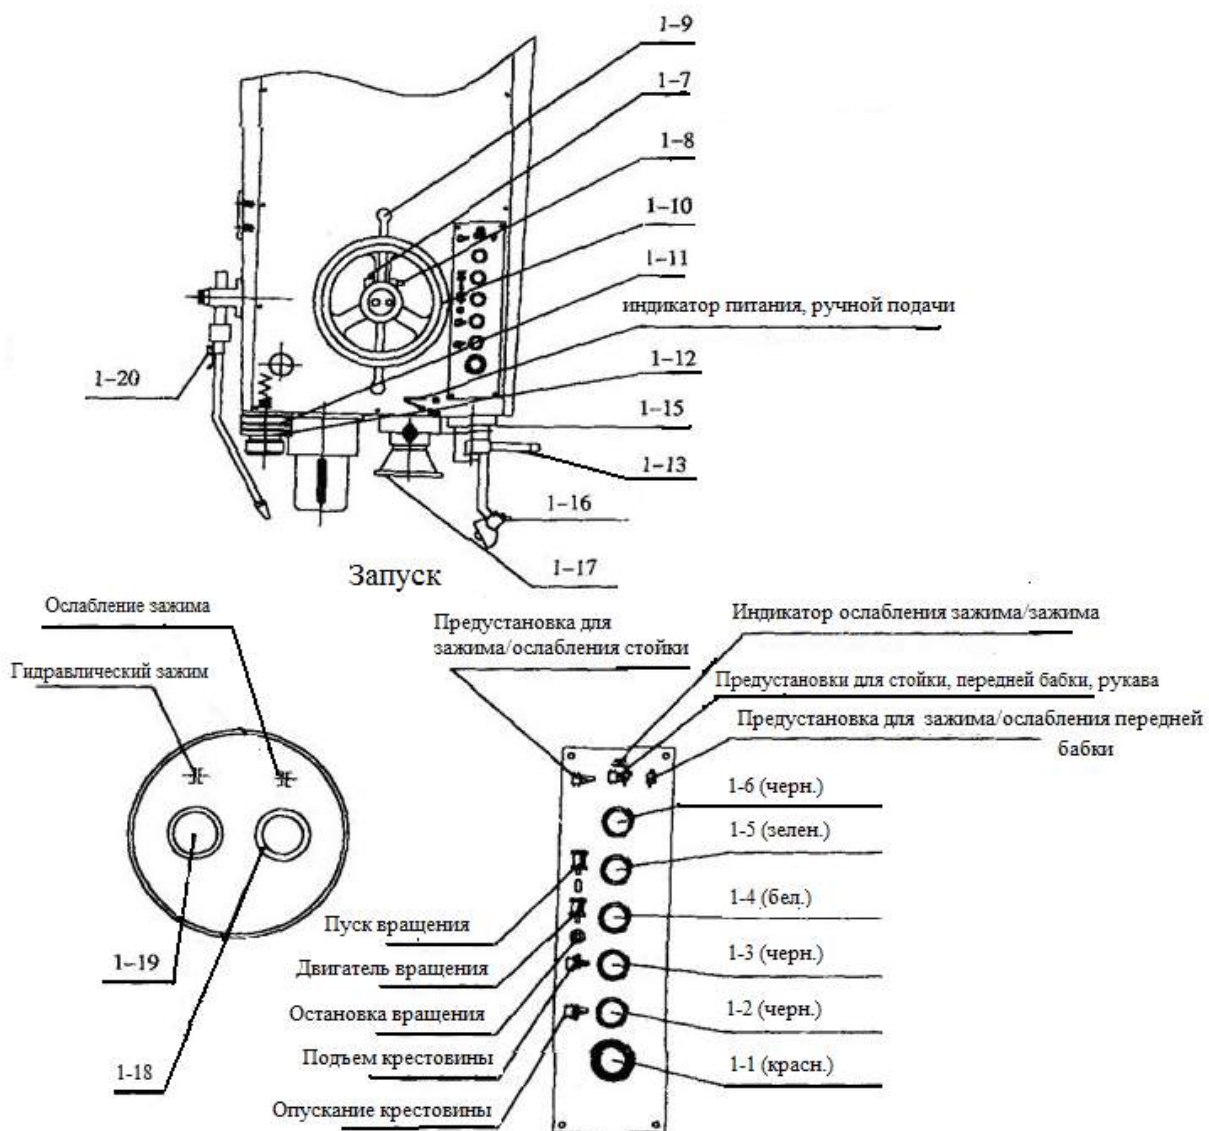
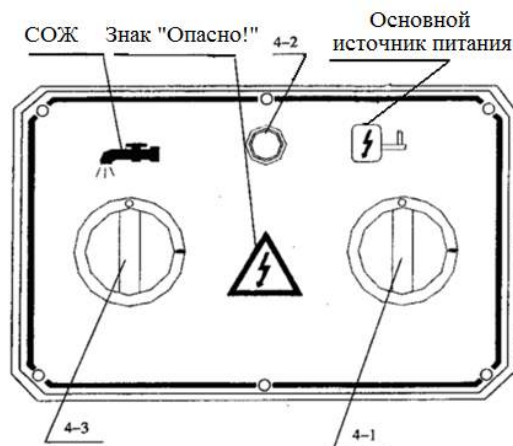

Рис. 3.1
Рис. 4.4
2.4.8 Проверьте последовательность фаз (Рис. 3.1): нажмите кнопку 1-18, проверьте ослаблена ли передняя бабка (или нажмите
2.4.9 Нажмите кнопку опускания 1-2 (Рис. 3.1), опустите рукав на 10 мм, удалите антикоррозийную смазку с верхней части стойки. Снова поднимите рукав на 10 мм, удалите антикоррозийную смазку снизу стойки, повторяйте до полной очистки от масла. Нажмите кнопку, чтобы ослабить переднюю бабку, поверните маховик перемещения 1-10, переместите переднюю бабку к левому краю, удалите антикоррозийную смазку с направляющей, вновь установите и закрепите переднюю бабку.
3.1.4 Передняя бабка (см. Рис. 3.1)
3.1.5 Поднимите и зафиксируйте рукав: Подъем рукава осуществляется за счет подъемного двигателя, шарико-винтовая передача и гайка для подъема рычага (см. Рис. 3.1 панель передней бабки). Имеется контргайка на гайке подъема, которая предотвращает внезапное падение рукава. Гидравлическое давление обеспечивает зажим рукава ромбовидным блоком. Ромбовидный блок фиксируется после зажатия. Рукав автоматически фиксируется после окончания подъема или опускания, которые контролируются электрическим переключателем на гидроцилиндре.
Гидравлическое давление обеспечивает зажим передней бабки и стойки ромбовидным блоком. Зажим может выполнять эти два действия одновременно и по отдельности. (Кнопка 1-6 на панели передней бабки), среднее положение – жесткий зажим, левое положение – ослабить зажим только стойки, правое положение – ослабить зажим только передней бабки. (кнопка 1-18, 1-19) (см. Рис. 3.1)
Перечень рукоятей управления (см. Рис. 3.1)
4.1.1 Откройте главный выключатель 4-1 на стойке, а затем нажмите кнопку пуска насоса охлаждающей жидкости 4-3 (рис. 4.4), и включите лампы (рис.3.1);
4.1.3 Установите рукав в нужное положение точно в соответствии с высотой заготовки. (кнопка 1-2,1-3) (рис.3.1, следующий за 4.8 такой же)
Нажмите переключатель 4-3 (см. Рис. 4.4) для пуска насоса охлаждающей жидкости, отрегулируйте поток ручкой 1-20 (см. Рис. 3.1). Внимание: Убедитесь, что сопло направлено на обрабатываемую заготовку.